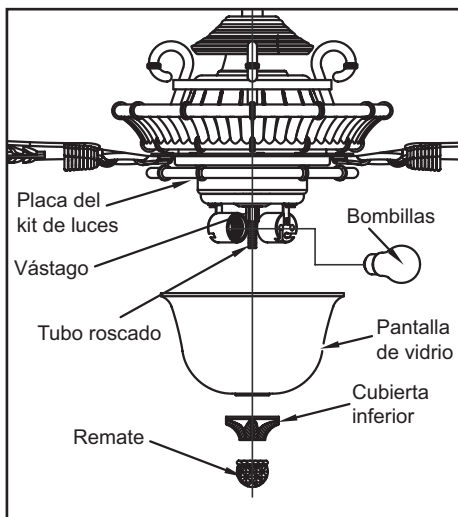

Figura 10
4. Alza y coloca la pantalla de vidrio contra la placa del kit de luces del ensamblado del motor y fíjalo con la cubierta inferior y el remate quitados en el paso 1 (Figura 10).